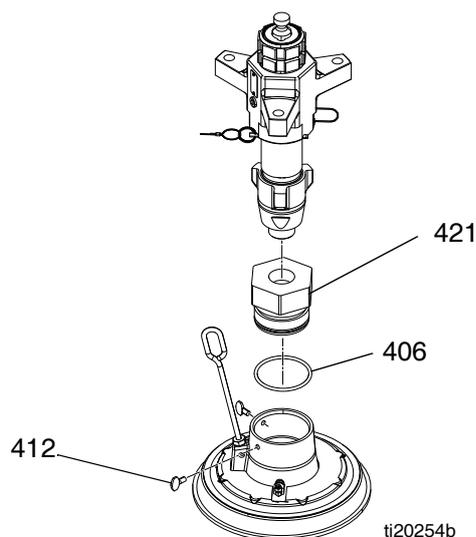

FIG. 15
1. Appliquer de la graisse sur le joint torique (406), puis mettre le joint torique sur l'adaptateur (421) du plateau. Voir FIG. 15.
2. Appliquer de produit d'étanchéité pour tuyaux sur le filetage de l'entrée de la pompe, puis la visser sur l'adaptateur (421).
3. Desserrer les vis à oreilles (412), puis prudemment descendre la pompe sur le plateau.
4. Serrer les vis à oreilles (412) pour que le plateau soit bien attaché sur l'adaptateur.